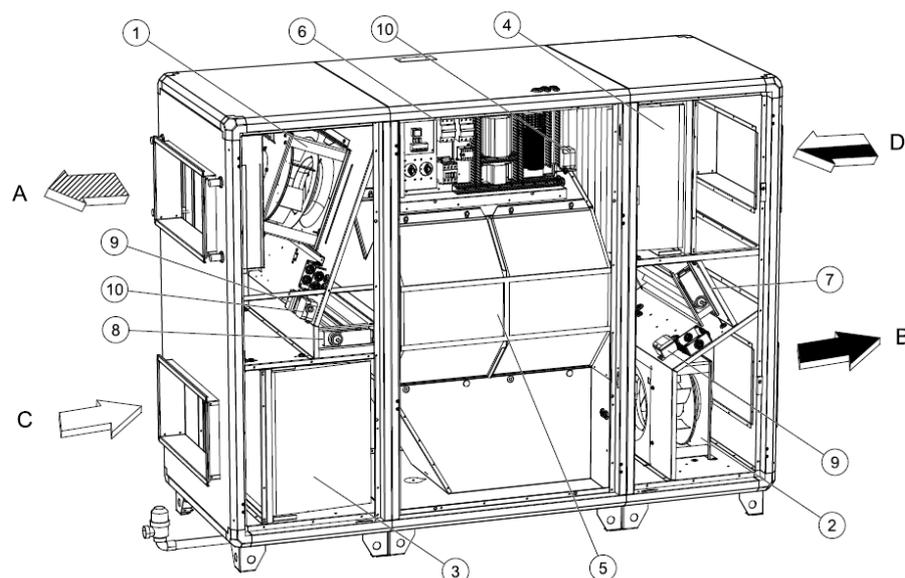

Figura 1 Componenti interne con simboli di collegamento aria (modello SINISTRO)
Due sensori di pressione mantengono la portata d'aria ad un livello costante misurando la pressione differenziale sul cono d'ingresso delle giranti del ventilatore (pos.9 Figura 1). I sensori sono installati in fabbrica in tutte le unità con controllo CAV ma non nelle unità VAV. Possono tuttavia essere consegnati separatamente all'unità per essere montati nei canali di mandata e estrazione dell'aria, per maggiori informazioni consultare il "Manuale di installazione".
Un pressostato misura la pressione differenziale sul filtro di mandata e estrazione (pos.10 Figura 1). Quando la perdita di pressione raggiunge il valore impostato viene attivato un allarme nel regolatore principale. La pressione differenziale può essere impostata tra 40 e 300 Pa. Il pressostato è preimpostato in fabbrica a 240 Pa.